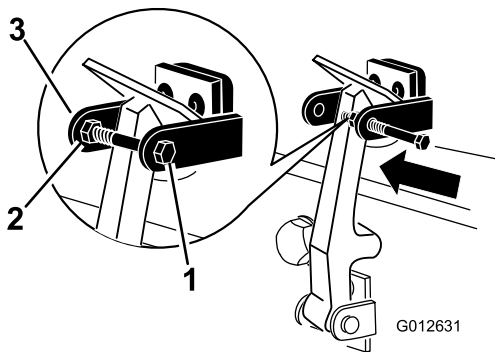

**Bild 9**
7. Haken Sie den Riegel in die Halterung des Motorhaubenriegels ein (Bild 9).